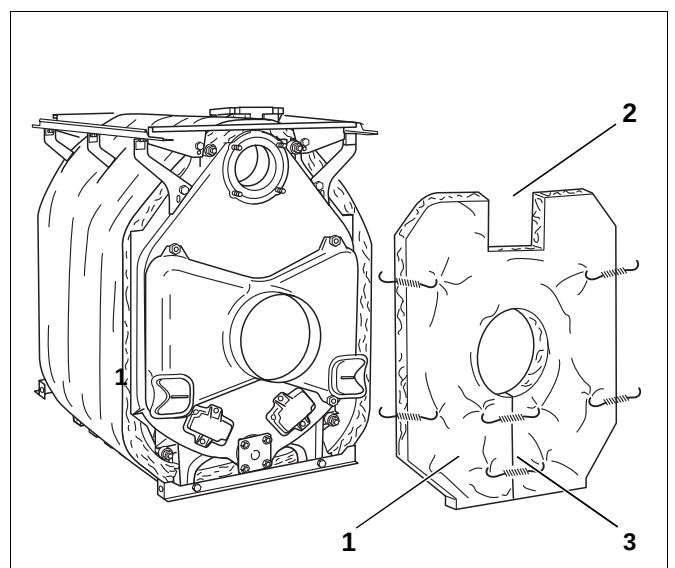

Fig. 45 Montage – bakelementisolasjon
- Skyv bakelementets isolasjon (fig. 45, **pos. 1**) på røykgasstussen. Innsnittet for kjelreturen (fig. 45, **pos. 2**) må ligge oppe.
- Steng åpningen under røykgasstussen med en spennfjær (fig. 45, **pos. 3**).